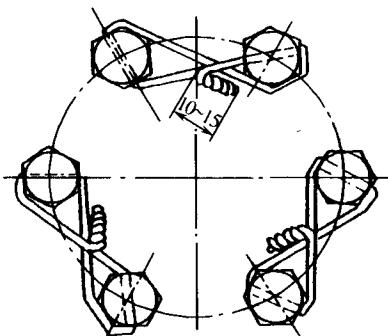

图1-2 用铁丝锁紧螺栓
(1) 所有机加工的零件，如果在工作面上有毛刺、凸点或锤击伤痕，凡影响装配质量的则均需锉磨修整。
(2) 所有重要零件在装配以前，必须进行彻底清洗并用压缩空气吹净，然后做最后检验。
(3) 发动机和底盘的主要零件螺纹,如有出现断扣、变形或滑牙在有效范围内超过两扣以上而无法修复者,均不能装用。
(4) 主要螺钉均应伸出螺母1扣~3扣。一般螺钉应不低于螺母,在不妨碍使用的情况下高出螺母两三扣以上。凡是用螺纹连接所使用的平垫圈、弹簧垫圈开口销、保险锁片等都要按照规定装配齐全。如果需要用铁丝锁紧螺栓,正确的方法是当螺栓动时,用铁丝拉紧,如图1-2所示。